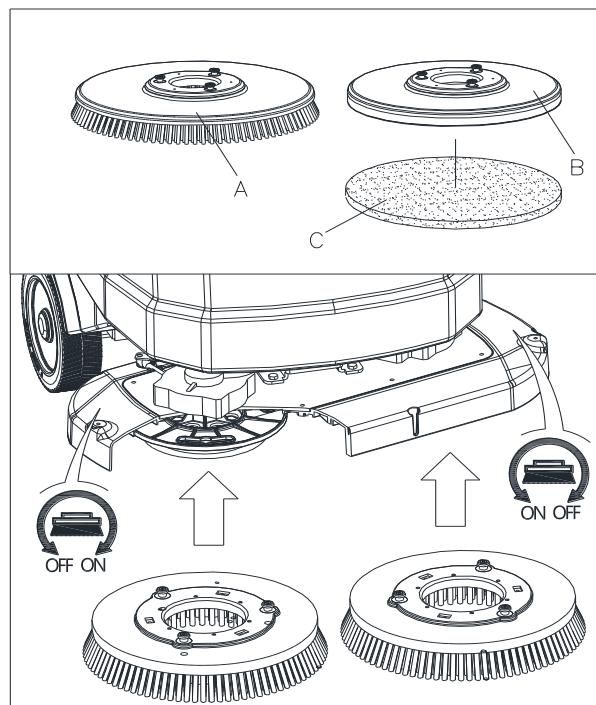

Figura 9
Instale el cepillo (A, Figura 9) o el portafiltro (B y C, Figura 9) según el tipo de suelo a limpiar.
4. Utilice el método manual girando el cepillo/portafiltro en la dirección opuesta a la dirección de giro normal, y puede instalarse. (como se indica en la Figura 9)